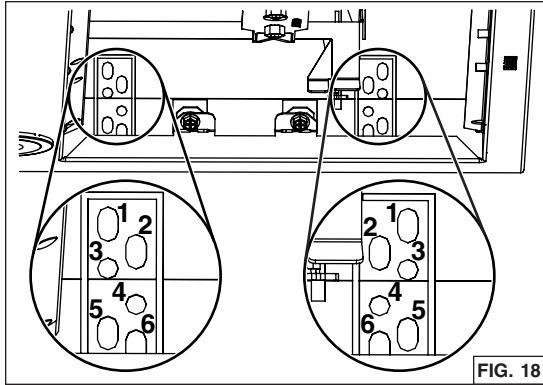

FIG. 18
3. Levantar la campana hasta que su borde quede en la base del gabinete. Sujetar la campana al gabinete usando 4 tornillos para madera n° 8 x 5/8 pulg. incluidos en la bolsa de piezas (2 tornillos a cada lado). Usar los orificios superiores o inferiores (1, 2, 3, 4, 5 o 6) (FIG. 18).